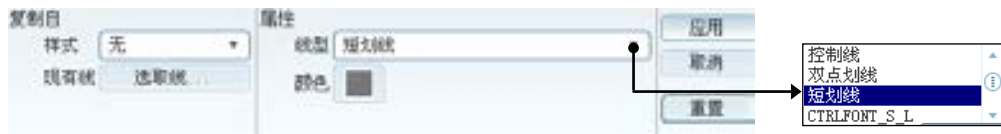

图 9.5.8 “线体”对话框
(1) 单击“分解位置”操控板中的 **分解线** 按钮，然后再单击 **缺省线造型** 按钮。
(2) 系统弹出图 9.5.8 所示的“线体”对话框，在下拉列表中选择 **短划线** 线型，单击 **应用** → **关闭** → **✓** 按钮。